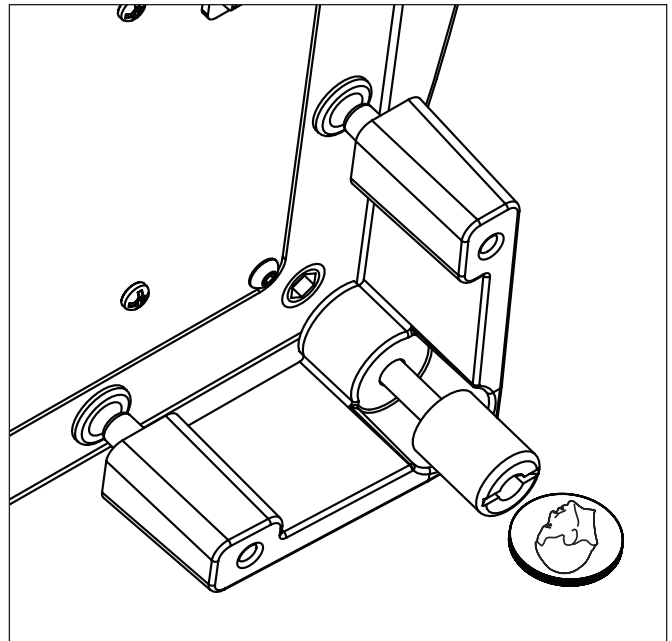

Figure 10. Pour changer l'orientation du haut-parleur, utilisez une pièce de monnaie pour dévisser les pieds, changez l'emplacement et réinstallez-les.
- 2 Placez doucement le caisson de sous-graves sur le côté. À l'aide d'une pièce de monnaie, dévissez le pied (voir figure 10).
- 4 Avec une pièce de monnaie, réinstallez la pièce (voir figure 10).